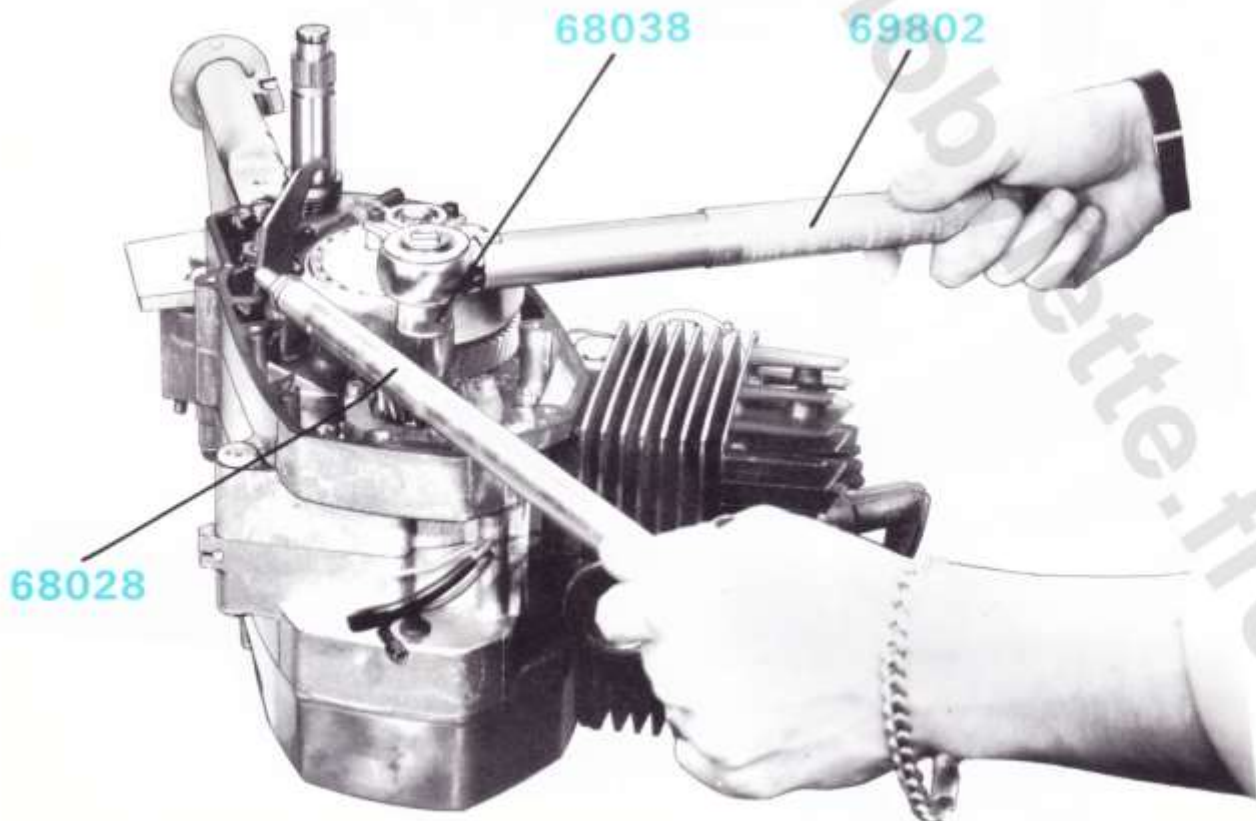

Figure 18
- Serrer l'écrou du pignon avec une clé dynamométrique n° 69802, équipée du réducteur et de la douille de 19 n° 68038, sous un couple de 2,5 m.kg, en immobilisant la cage d'embrayage avec la sangle n° 68028 (figure 18).